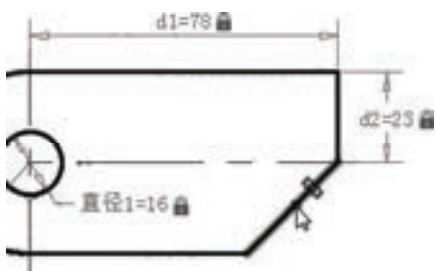
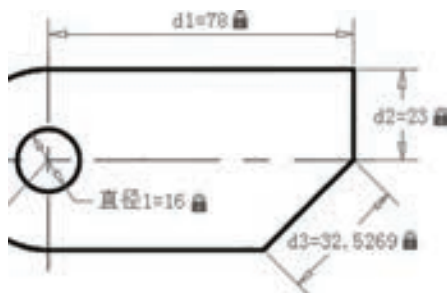

图 11-29 选择倾斜的直线对象
图 11-30 创建对齐标注约束
7) 创建对齐标注约束。单击“对齐标注约束”按钮, 在“指定第一个约束点或 [对象(O)/点和直线(P)/两条直线(2L)] $\langle \text{对象} \rangle$ ”提示下输入“O”, 并按 $\langle \text{Enter} \rangle$ 键以确认选择“对象”选项, 选择图 11-29 所示的直线对象, 接着指定尺寸线位置, 按 $\langle \text{Enter} \rangle$ 键接受默认的标注表达式 (值), 从而完成图 11-30 所示的对齐标注约束。